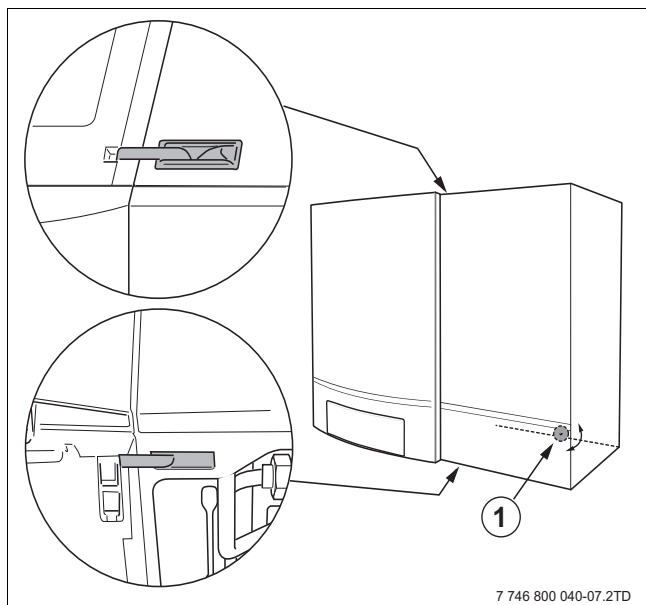

Fig. 14 Închiderea dispozitivelor de închidere rapidă
- ▶ Poziționați dispozitivele de închidere rapidă în decupajele echipamentului (→ fig. 14, lupe).